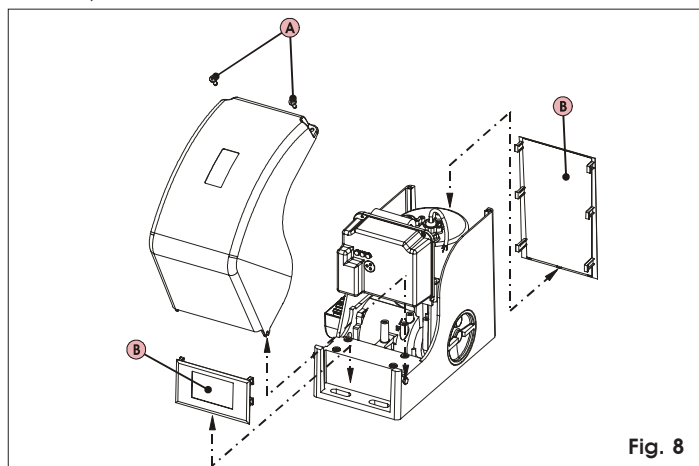

Fig. 8
- 1) Enlever le couvercle du moteur en desserrant complètement les deux vis de fixation supérieures (Fig.8 réf.A), tourner le couvercle d'environ 30° et l'extraire verticalement. Retirer les 2 protections latérales (Fig.8 réf.B).